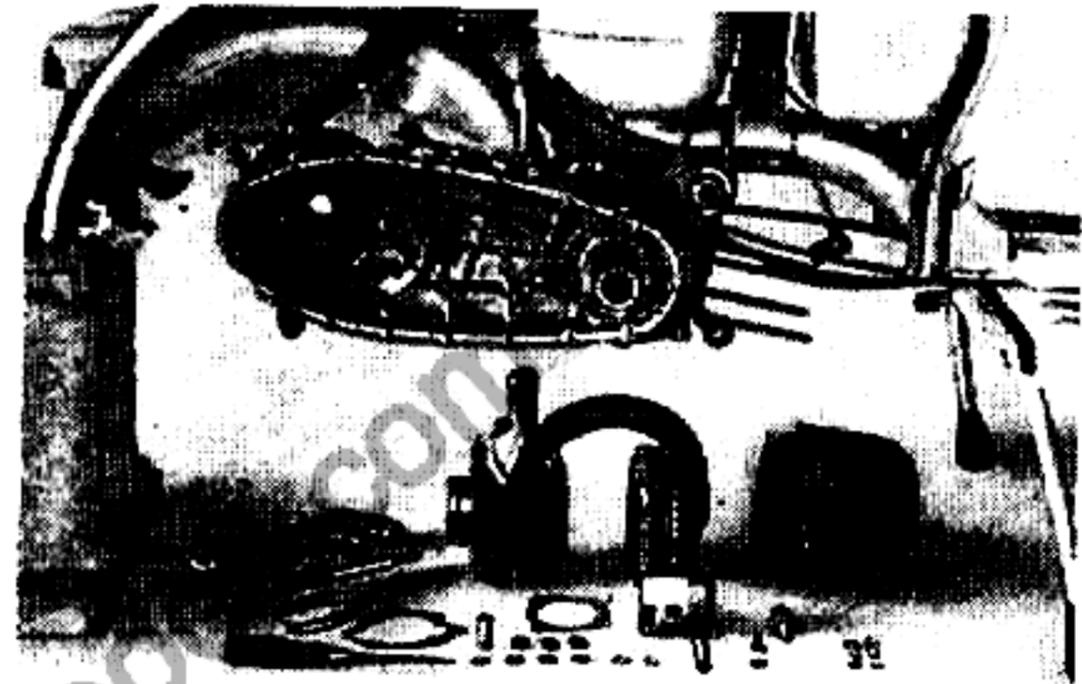

Fig. 16
- 27 Smontare il pistone: togliere gli anelli di ferro dello spinotto, sfilare lo spinotto servendosi di una spina su cui si preme con la mano o usando un estrattore a fascia. Togliere le lasce elastiche. Vedi fig. 16.